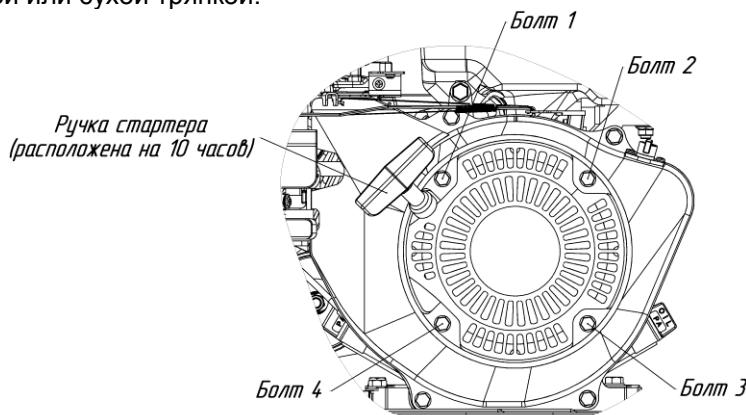

Рис.17. Схема крепления стартера на двигателе
– открутить 4 болта (см. рис.17);
- установить стартер на место таким образом, чтобы ручка стартера была расположена на 10 часов (см. рис.17);
- закрутить 4 болта (см. рис.17).